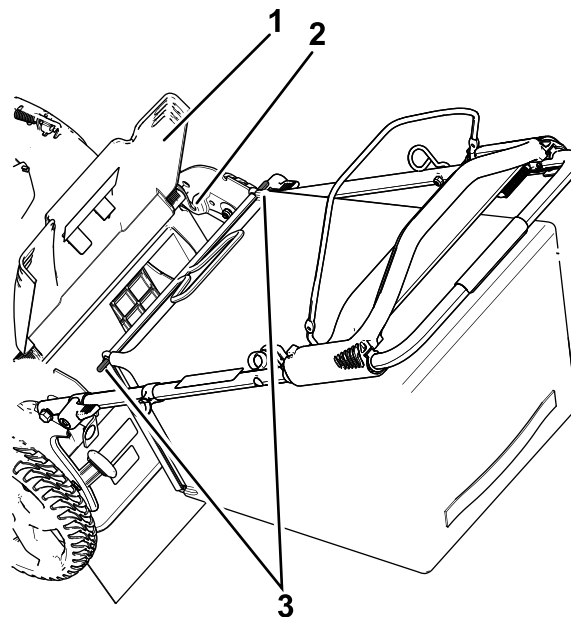

Bild 15
1. Heben Sie das hintere Ablenkblech an und halten Sie es hoch (Bild 15).
2. Setzen Sie den Grasfangkorb ein, stellen Sie sicher, dass die Stifte am Fangkorb in den Kerben am Holm sind (Bild 15).